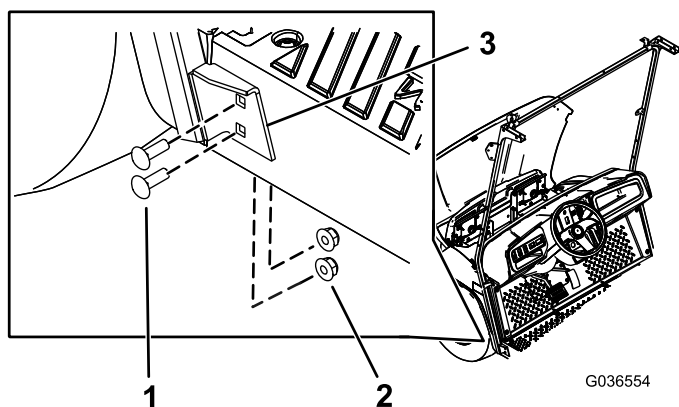

Рисунок 6
5. Прикрепите нижний кронштейн опоры ветрового стекла к левой стороне машины при помощи 4 каретных болтов (5/16 x 1 дюйм) и 4 фланцевых гаек (5/16 дюйма), используя отверстия, просверленные при выполнении пункта 2 (Рисунок 6).